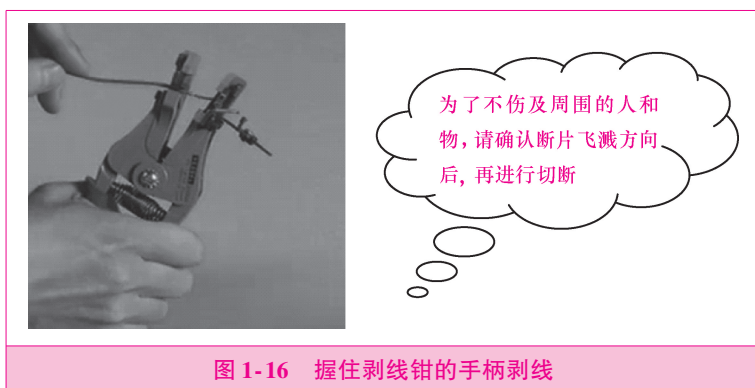

图 1-16 握住剥线钳的手柄剥线
3) 握住剥线钳的手柄，将导线夹住，缓缓用力使导线外表皮慢慢剥落，如图 1-16 所示。